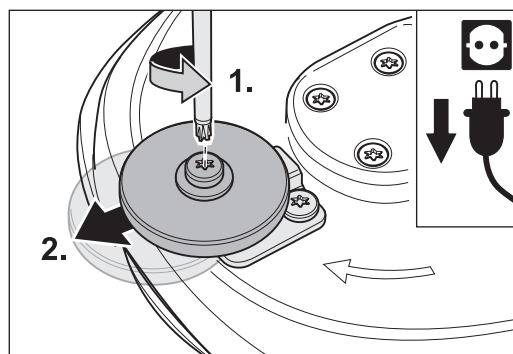

Bild 64 Lossa skruven (1.) och förskjut väggskyddsrollen (2.).
- 3 Lossa skruven i mitten av väggskyddsrollen med universalnyckeln (bild 64, 1.) och skjut väggskyddsrollen till det främre läget (bild 64, 2.).
- 3 Ta bort skruven i mitten av väggskyddsrollen med universalnyckeln (bild 64, 1.).